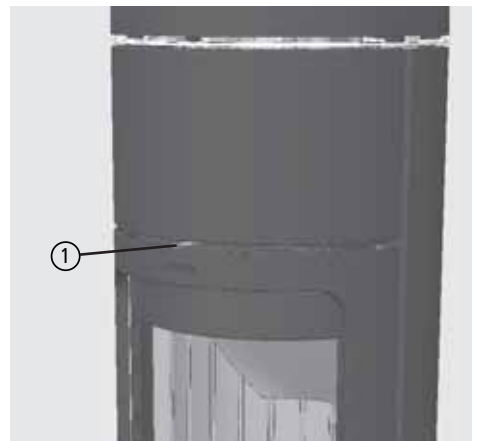

Abb. 6.12 NOVIA W, Umlenkschieber, Bedienhebel
Die Bedienung des Umlenkschiebers erfolgt über den Bedienhebel ① mittig über der Feuertür (siehe Abb. 6.12).